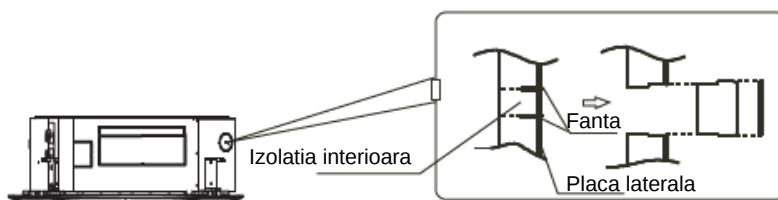

Fig. 5-4
- Taiati cu un cutter izolatia interna a gaurii decupate. (consultati fig. 5-4)